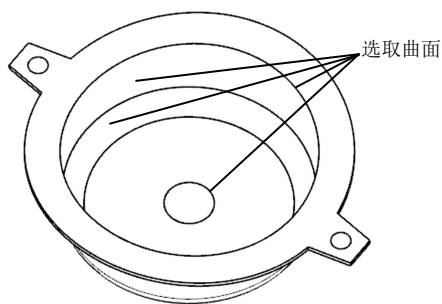

图 8-6 抽取指定的曲面
(11) 选取“菜单|插入|关联复制|抽取几何特征”命令，在【抽取几何特征】对话框中对“类型”选择“面”，“面选项”选“单个面”，取消“☐ 删除孔”复选框前面的“√”。
(12) 抽取指定的曲面，如图 8-6 所示。
(13) 单击“确定”按钮，抽取曲面特征。